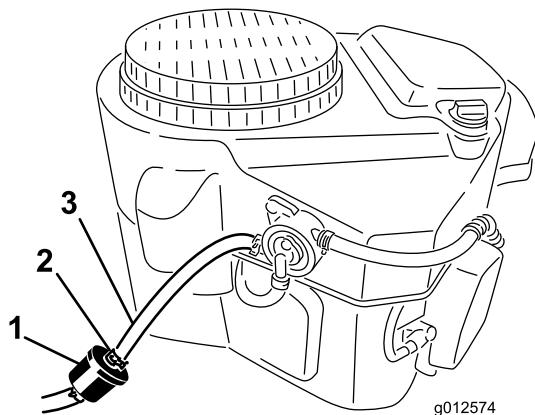

Figura 32
4. Apriete los extremos de las abrazaderas y deslícelas por el tubo alejándolas del filtro (Figura 32).